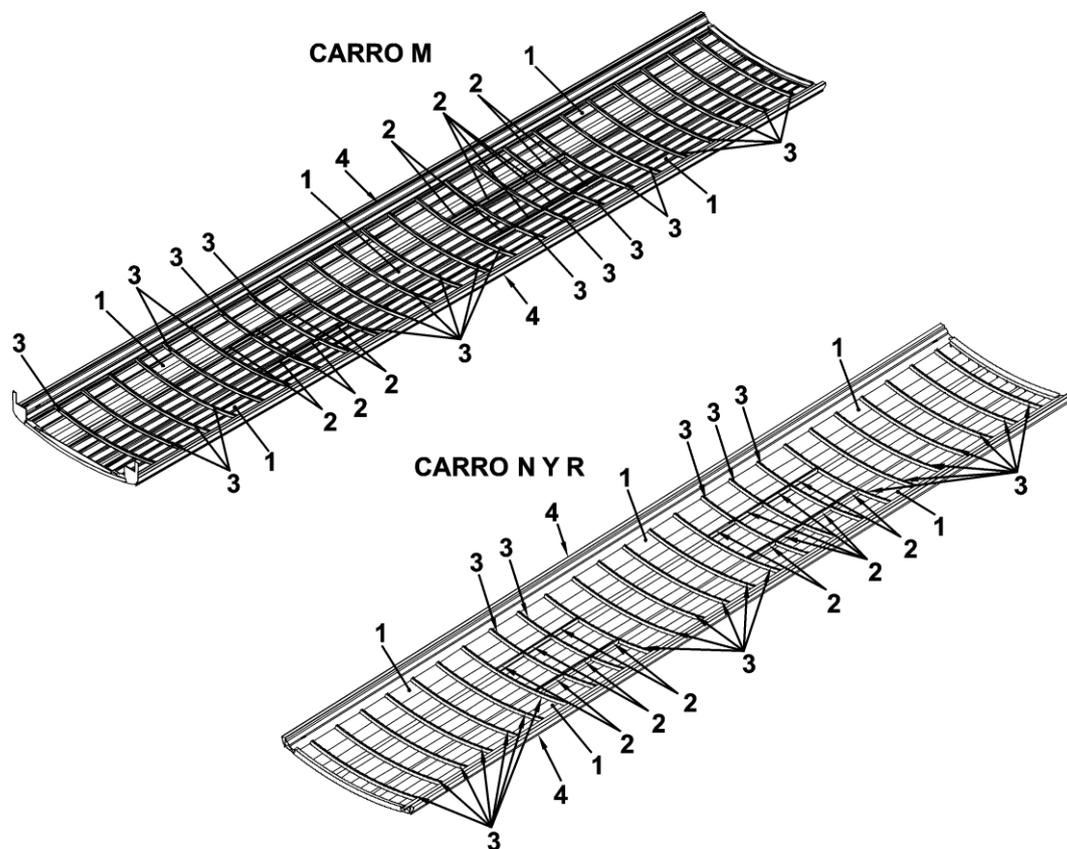

Figura 1-9. Cubierta.
La cubierta está formada por chapas (1) y traviesas (2) longitudinales, junto con una serie de perfiles (3) transversales que aportan la rigidez transversal necesaria. Las traviesas y los perfiles incorporan un carril para el montaje de revestimientos y canalizaciones. Ver Figura 1-9.